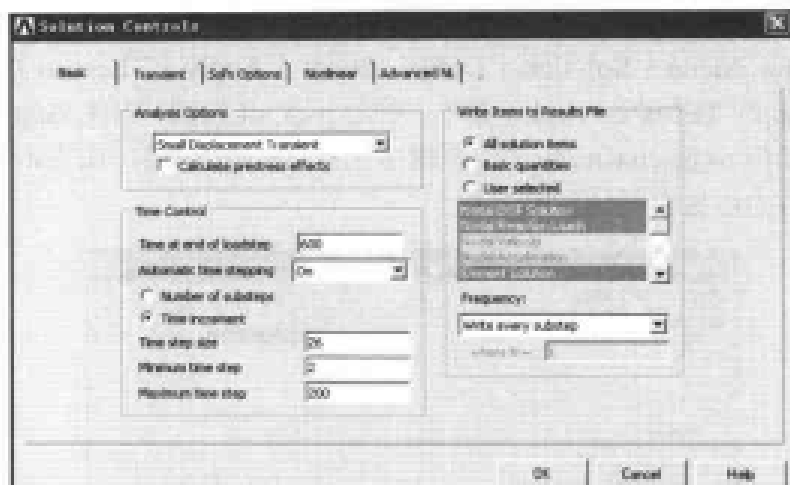

图 10-19 求解控制基本选项设置对话框
(8) 选择 Utility Menu | Select | Everything 命令。
(9) 选择 Utility Menu | Select | Entities 命令, 出现 Select Entities 对话框。在第 1 个下拉列表框中选择 Elements 选项, 在第 2 个下拉列表框中选择 By Attributes 选项, 在第 3 个选项组中选中 Material num 单选按钮, 在文本框中输入 2, 单击 OK 按钮关闭该对话框。
(10) 选择 Utility Menu | Select | Entities 命令, 出现 Select Entities 对话框。在第 1 个下拉列表框中选择 Nodes 选项, 在第 2 个下拉列表框中选择 Attached to 选项, 在第 3 个选项组中选中 Elements 单选按钮, 单击 OK 按钮关闭该对话框。
(11) 选择 Main Menu | Solution | Define Loads | Apply | Thermal | Temperature | On Nodes 命令, 出现 Apply TEMP on Nodes 菜单, 单击 pick all 按钮, 出现 Apply TEMP on Nodes 对话框。在 Lab2 DOFs to be constrained 列表框中选择 TEMP 选项, 在文本框中输入 20, 单击 OK 按钮关闭该对话框。
(12) 选择 Utility Menu | Select | Everything 命令。
(13) 选择 Main Menu | Solution | Solve | Current LS 命令, 出现 Solve Current Load Step 对话框, 单击 OK 按钮, ANSYS 开始求解计算。
(14) 求解结束后, 出现 Note 提示框, 单击 Close 按钮关闭该对话框。
(15) 选择 Main Menu | Solution | Load Step Opts | Time/Frequenc | Time Integration | Amplitude Decay 命令, 出现 Time Integration Controls 对话框, 将 TIMINT 选项设置为 On, 其余选项采用默认设置, 单击 OK 按钮关闭该对话框。
(16) 选择 Main Menu | Solution | Analysis Type | Sol'n Controls 命令, 出现 Solution Controls 对话框, 选择 Basic 选项卡, 参照图 10-19 对其进行设置, 单击 OK 按钮关闭该对话框。
(17) 选择 Main Menu | Solution | Define Loads | Delete | Thermal | Temperature | On Nodes 命令, 出现 Delete TEMP on N 菜单, 单击 pick all 按钮, 出现 Delete Node Constraints 对话框。在下拉列表框中选择 TEMP 选项, 单击 OK 按钮关闭该对话框。